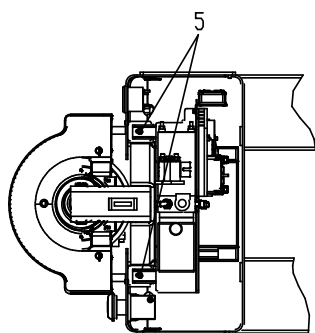

Рис. 13
- (Рис.13) ослабьте винт 5, чтобы литиевая батарея не сжималась встроенным основанием;